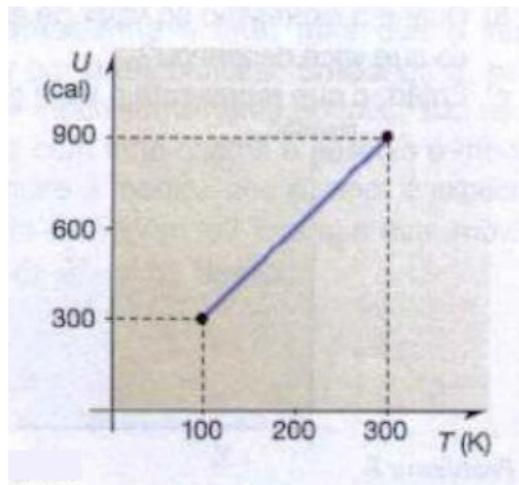

Figura 8.17: Aquecimento isovolumétrico, (Fonte: Alvarenga e Máximo, 2013, p. 136)
7. O gráfico deste problema (figura 8.17) mostra como a energia interna de 4g de gás hélio, mantido a volume constante, varia com sua temperatura absoluta. Calcule o calor específico, em $\frac{cal}{g \cdot ^\circ C}$, a volume constante, desse gás.